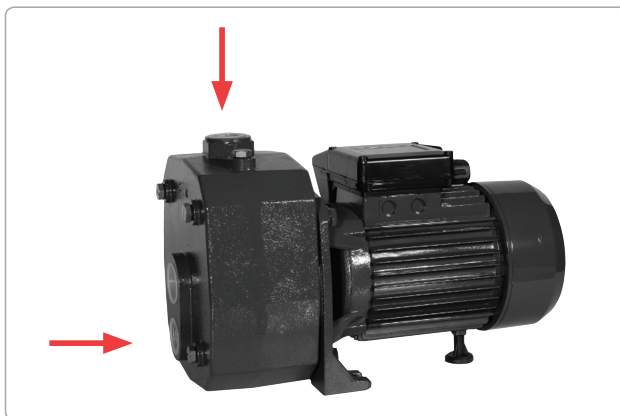
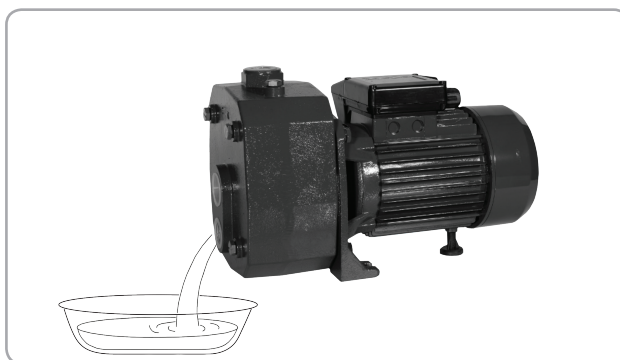

Fig.6
Fig.7
- Se desfac ambele supape (cea din partea inferioară, pentru golire și cea din partea superioară, de aerisire) și apoi se lasă să se scurgă apa din instalație. (Fig.6, Fig.7)